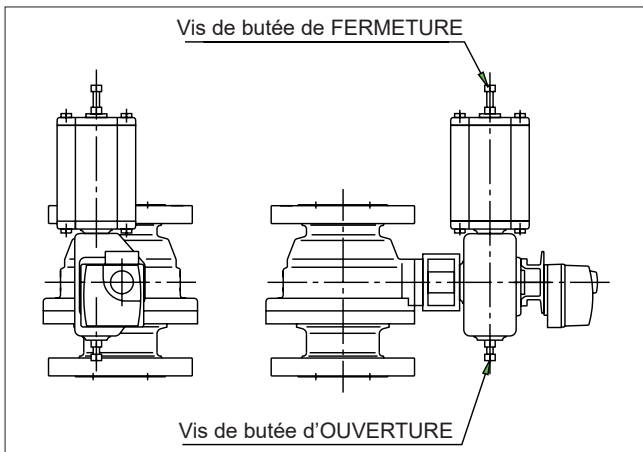

Fig. 21 Réglage des positions extrêmes d'ouverture et de fermeture d'un actionneur B1C/B1J
- Ajuster les positions extrêmes d'ouverture et de fermeture à l'aide des vis de butée situées aux extrémités de l'actionneur (cf. fig. 21). La position précise de l'ouverture peut se vérifier dans le passage du corps de vanne. Vérifier également que la flèche jaune de l'actionneur indique la bonne direction du passage de fluide dans la sphère. **Attention à ne JAMAIS engager les doigts dans le passage du corps de vanne!**